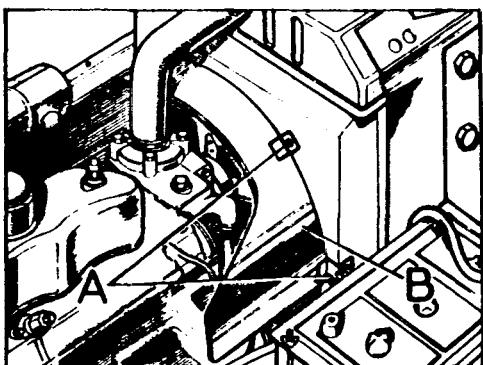

Fig. A1-27 Desmontaje del protector
1.3. Desmontar los tornillos, A (Fig. A1-27) y extraer el protector, B.